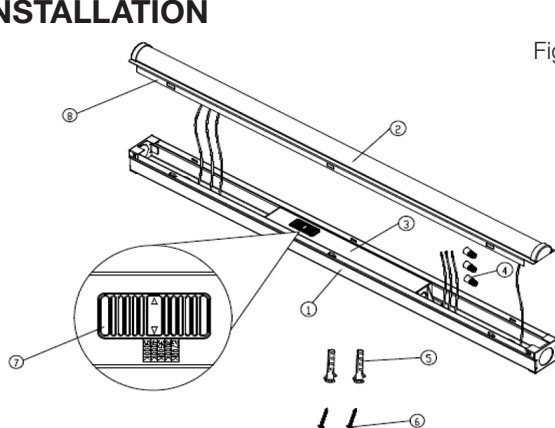

Figure 1
STEP 2: Remove wire cover ⑧ by lifting upward on exposed edges of part. Start in the middle and work outward.
STEP 4: Select your preferred CCT by moving the switch ⑦ to either 2700K, 3000K, 3500K, 4000K or 5000K.
STEP 5: Determine appropriate knockout for removal in relationship to incoming power supply. Knockouts are located on each end and back of the fixture. Place standard screwdriver on center of slot and gently strike with hammer. Grip edge with pliers and flex back and forth until removed (see Figure 1).
ÉTAPE 2: Retirez le couvercle de la goulotte ⑧ en le soulevant vers le haut sur les bords exposés de la pièce. Commencez au milieu et continuez vers l'extérieur.
ÉTAPE 4: Choisissez votre température de couleur apparente préférée en plaçant l'interrupteur à ⑦ l'une des positions suivantes: 2700K, 3000K, 3500K, 4000K ou 5000K.
ÉTAPE 5: Déterminez l'entrée défonçable appropriée pour le retrait par rapport à l'alimentation entrante. Les alvéoles défonçables sont situées à chaque extrémité et à l'arrière du présentoir. Placez un tournevis standard au centre de la fente et tapez doucement avec un marteau. Saisissez le bord avec des pinces et pliez d'avant en arrière jusqu'à leur retrait (voir la Figure 1).